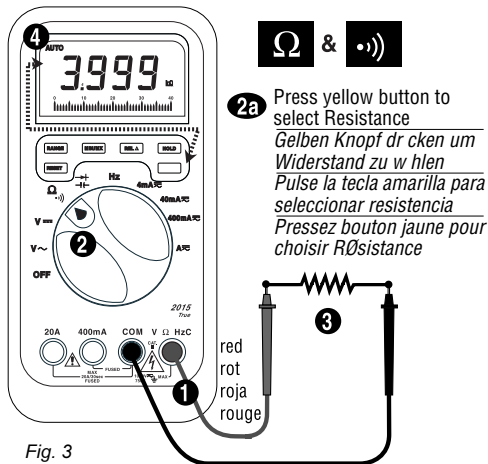

Fig. 3
## RESISTANCE MEASUREMENT (See Fig. 3)
- ❶ Turn off any power to the resistance to be measured and discharge any capacitors. Any voltage present during a resistance measurement will cause inaccurate readings.
- ❷ Connect test leads as shown in figure 3.
- ❸ Set Function/Range Switch to  $\Omega \cdot \cdot \cdot$  position. Depress yellow button.
- ❹ Connect test leads to circuit being measured.
- ❺ Read resistance value on Digital Display. Open circuits will be displayed as an overload condition.
### D • Widerstandsmessung (siehe Fig. 3)
### E • Medidas de resistencia (vea Fig. 3)
### **F • Mesure de Résistance (voir fig. 3)**
Assurez-vous qu'aucune tension n'est appliquée à la résistance. Une tension fausserait le résultat. **1** Connectez les cordons comme indiqué en figure 3. **2** Placez le sélecteur sur  $\Omega \cdot \cdot \cdot$ ). Pressez la touche jaune. **3** Connectez les cordons au circuit à mesurer. **4** Lisez la valeur affichée. Un circuit ouvert ou une résistance trop élevée est affiché comme dépassement de calibre.
### **CONTINUITY TEST (See Fig. 3)**
### **D • Durchgangstest (siehe Fig. 3)**
### **E • Prueba de continuidad (vea Fig. 3)**
### **F • Test de Continuité (voir Fig. 3)**